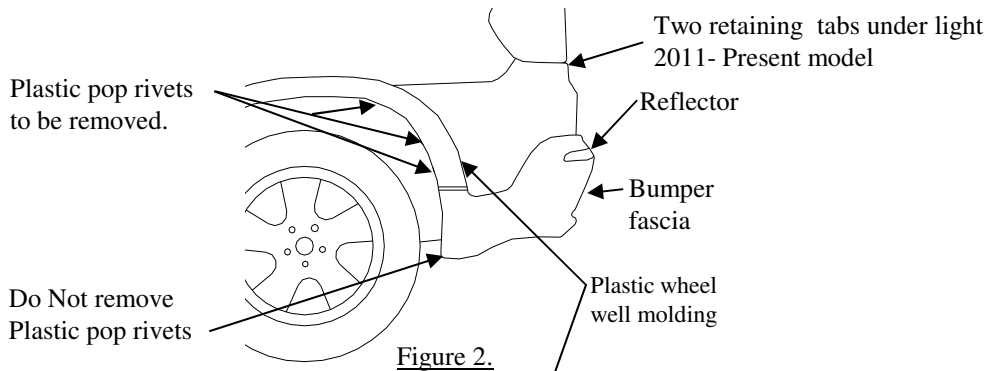

Figure 2.
①	Qty. (6)	Plastic rivet (Not shown)
- a. Remove 2 (3*) plastic pop rivets (each side) from the plastic wheel well molding (See Figure 2). Rivets can not be re-used. Replacements supplied. To remove rivet, insert small center punch or drill bit into center to push pin through.
- d. Remove reflectors, (Reflector can be removed by releasing the clip that holds it in place, access under the bumper) (Figure 2).
①	Qté. (6)	Rivet en plastique (non illustré)
- a. Enlever les 2 rivets aveugles en plastique de la moulure plastique de la voûte de roue (Figure 2). Les rivets ne peuvent pas être réutilisés. Des rivets de remplacement sont fournis.
- d. Démontez les réflecteurs (ils peuvent se démonter facilement en libérant l'attache qui les tient en place, accessible sous le pare-chocs (Figure 2)).